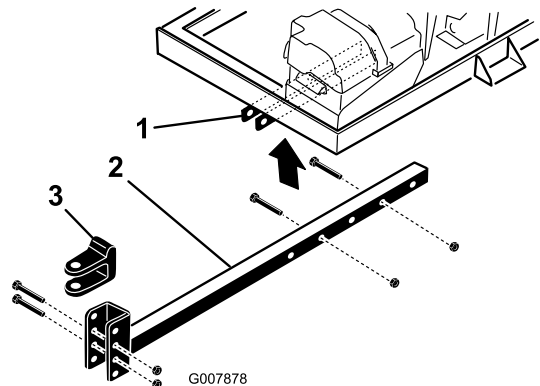

Figura 4
2. Introduzca la barra del enganche en los soportes del bastidor (Figura 4). Sujete la barra al bastidor con 2 pernos (3/8 x 3 pulgadas) y tuercas con arandela prensada (3/8 pulgada).
- Retire los pernos y las contratueras que sujetan la horquilla de enganche (Figura 4) a la barra de enganche.
- Retire los pernos y tuercas que sujetan la barra de enganche a los soportes del bastidor (Figura 4).